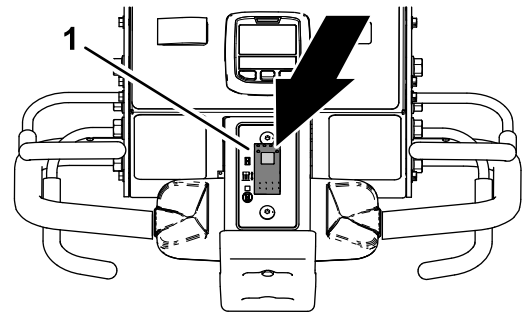

図 89
1. 降下コントロールスイッチ 図 89 の上部を押して遅延あり降下位置にする。